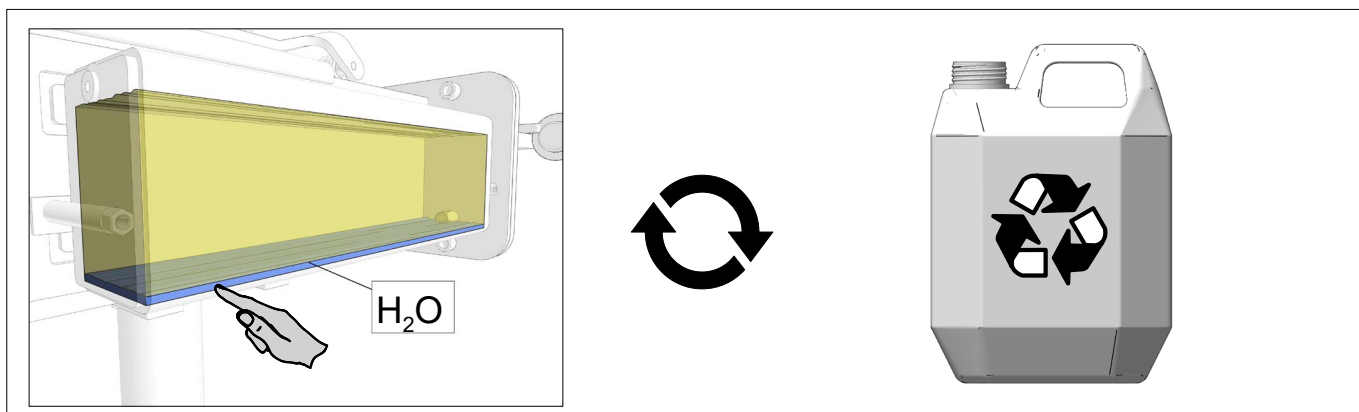

Fig.49
- Présence d'eau dans un réservoir d'huile (Fig.49).
- Vatten närvaro i oljetank (Fig.49)
- Veden läsnäolo öljysäiliössä (Fig.49)
- Wateraanwezigheid in olietank (Fig.49).
- Presencia de agua en el tanque de aceite (Fig.49).
- Vand i olien (Fig.49)
- Presence of water in the reservoir (Fig.49)
- Wasser im Ölbehälter (Fig.49)
- Наличие воды в масляном баке (Fig.49).
- Presenza d'acqua nel serbatoio dell'olio (Fig.49).